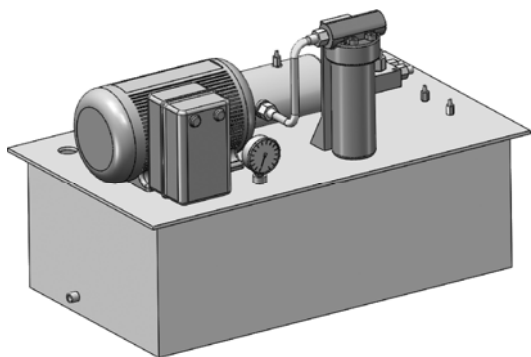

图 6-27 第一条管路的布路效果
STEP 4 连续单击“确定”按钮，退出布路状态，完成第一个管路的添加操作，效果如图 6-27 所示。